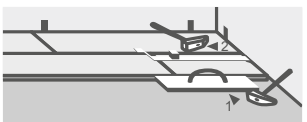

Рисунок 17
12.19 При необходимости выполнить подбивку каждого уложенного ряда Art Vinyl Click со стороны паза подбивочным брусом и (или) монтажной скобой и молотком (см. Рисунок 17).